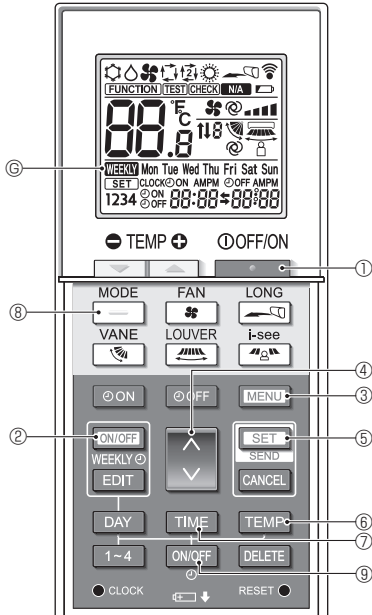
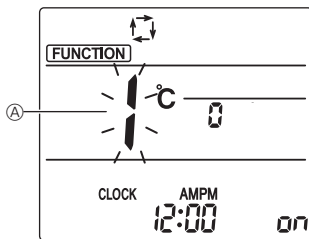
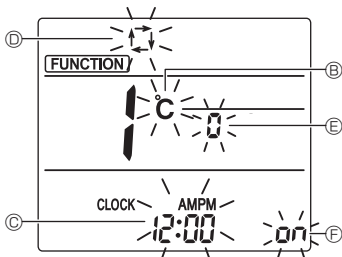

Fig. 5-1
Fig. 5-2
Fig. 5-3
(Fig. 5-1, Fig. 5-2)
(Fig. 5-1, Fig. 5-3 B)
(Fig. 5-1, Fig. 5-3 C)
(Fig. 5-1, Fig. 5-3 D)
5.5. Changement du n° de paire (Fig. 5-1, Fig. 5-3 ④)
5.6. Changement du réglage du rétroéclairage (Fig. 5-1, Fig. 5-3 ⑥)
5.7. Achèvement des réglages (Fig. 5-1, Fig. 5-2)